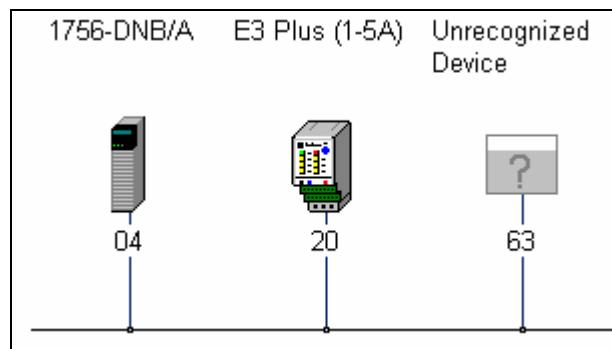

图 3-32 扫描到的 DeviceNet 网络
12. 此时，RSNetWrox 开始扫描网络。RSNetWrox 将自动查找网络驱动列表下的所有设备。扫描完成后，DeviceNet 网络上设备均以图标形式显示，如图 3-32 所示。